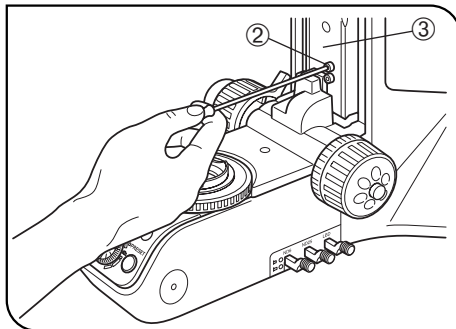

Fig. 16
3. Rode o botão de ajuste macrométrico e levante o bloco de focagem ③ até se conseguir ver o parafuso do batente ② no braço. (fig. 16)
4. Com a chave Allen, solte e remova o parafuso do batente superior ②.